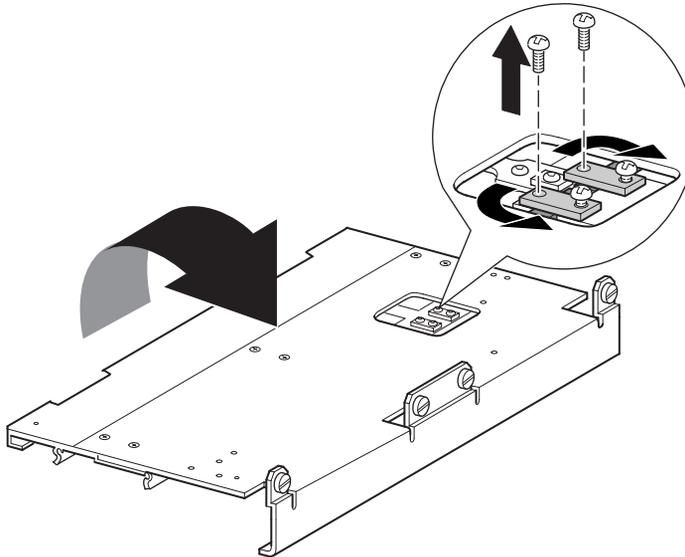

Figure 2–15 : Trappe d'accès aux supports de blocage de la courroie
6. Retournez l'unité de base PTM, puis retirez la courroie d'entraînement du chariot d'élévation des supports, le tendeur de la courroie et la poulie libre (voir la Figure 2–5).
8. Retirez les composants du tendeur de la courroie et de la poulie libre en procédant comme suit (voir Figure 2–16) :